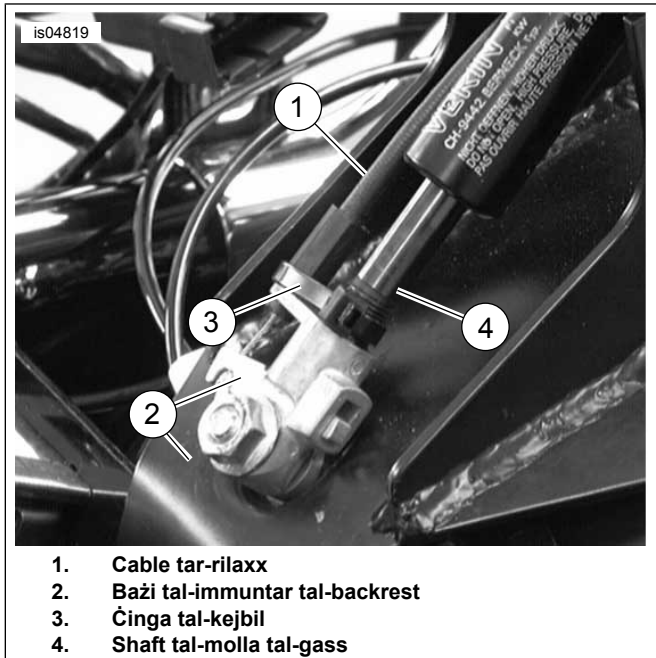

Figura 6. Waħħal il-Cable mal-Bażi tal-Immuntar tal-Backrest
- Figura 6 Waħħal il-kejbil tar-rilaxx (1) mal-baži tal-immuntar tal-backrest (2) kif muri. Waħħal b'attenzjoni l-cable max-shaft tal-molla tal-gass (4) bič-činga tal-cable improvduta (3). Tissikkax iżżejjed ič-činga tal-cable.